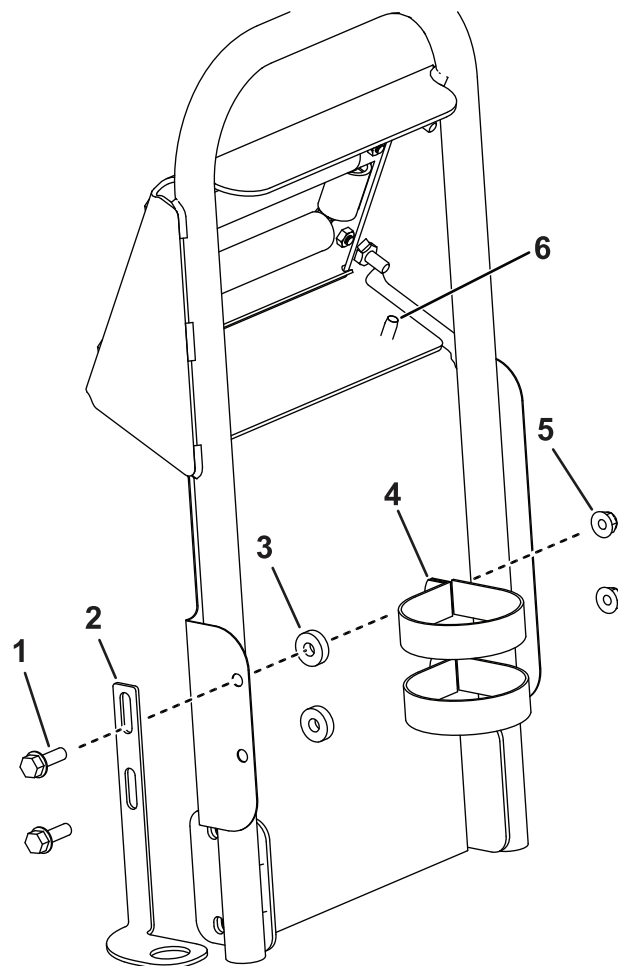

Figura 12
7. Fixai partea de sus a protecției împotriva noroiului la mâner cu ajutorul celor 2 uruburi cu autofiletare (Figura 12).
8. Ataai mânerul pistolului de pulverizare la protecția împotriva noroiului aa cum se arată în Figura 12.